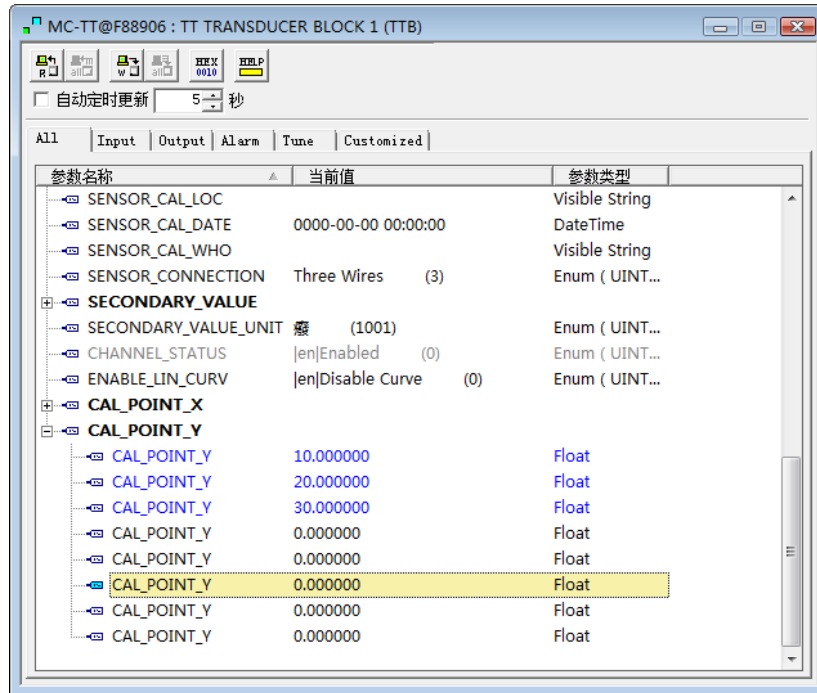

图 5.4 CAL_POINT_Y 的配置
- 1) 智能温度变送器提供 8 个校正点输入，即变换块的参数 CAL_POINT_Y 数组，用户可以依次将要校准的输出值写入数组并选择好单位。例如，在进行三点插值校准时，用户可选择 10，20，30 作为校准点，将这三个值依次写在 CAL_POINT_Y 数组里，如图 5.4 所示。